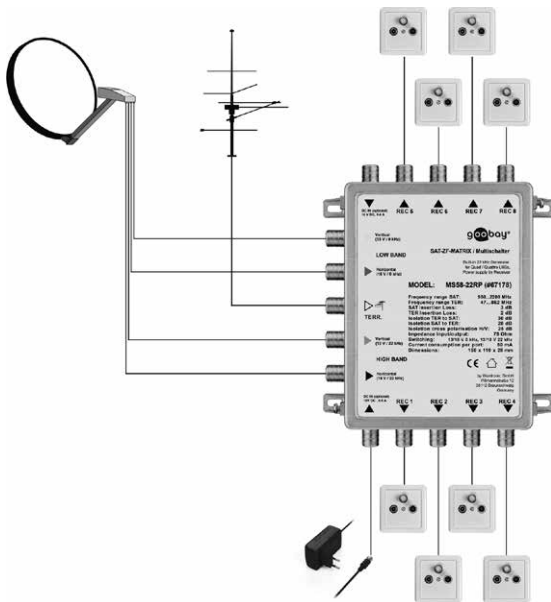

Fig.8: connessione del dispositivo
- Collegare le uscite del multiswitch (1, 8) utilizzando i cavi che portano alle prese individuali del ricevitore dell'antenna. (Vedere Fig. 8)